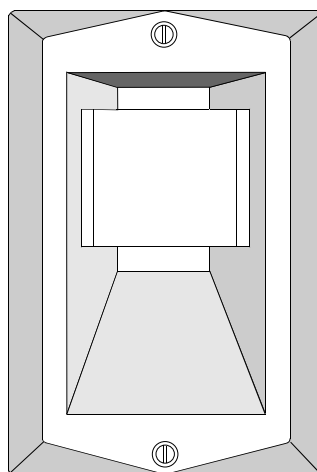
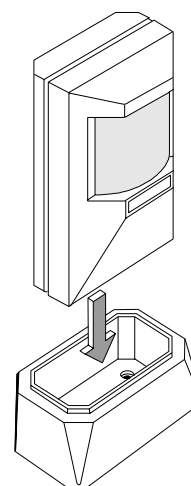

Abb. 4 SRF-201 Wandrahmen
Abb. 5 SRS-202 Standfuß
- E. Für die wandbündige Montage des SRN-2000W/PC N steht ein Wandrahmen SRF-201 zur Verfügung (siehe Abb. 4). Um den SRN-2000W/PC N auf einer horizontalen Fläche, wie einen Schrank oder ähnliches zu fixieren, steht der Halter SRS-202 zur Verfügung (siehe Abb. 5). Der Standfuß verfügt über zwei Schraublöcher mit denen dieser auf der Oberfläche befestigt werden kann.